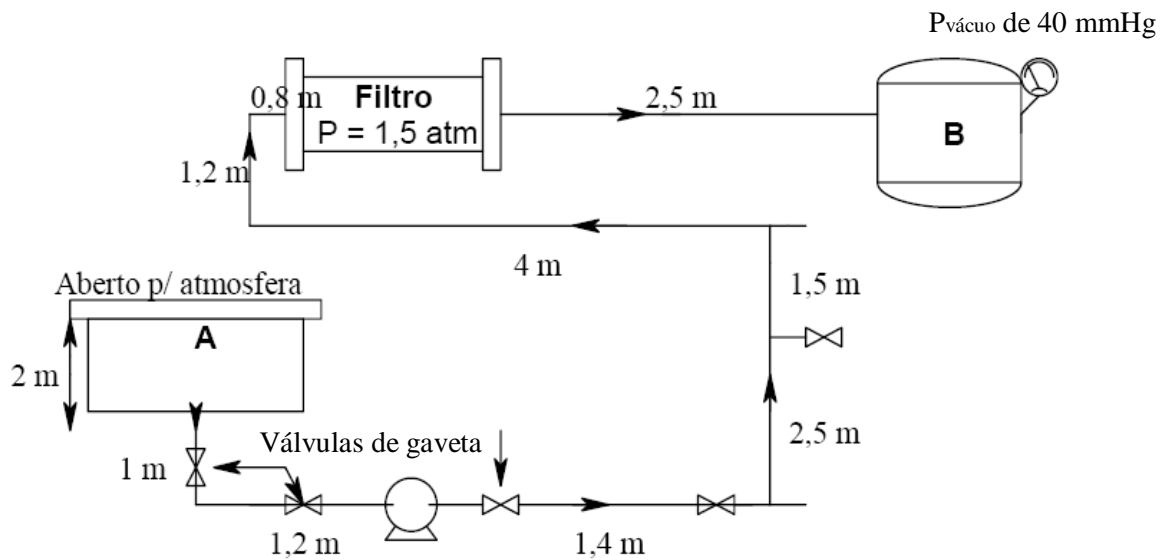

Figura 5
- (5) Em uma fábrica de sucos concentrados, ele é bombeado do depósito A até o tanque de processamento B, como mostrado na Figura 5. O suco possui as seguintes características reológicas: